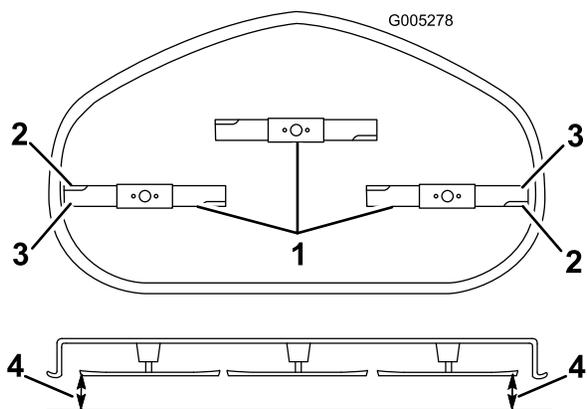

Figura 56
5. Gire cuidadosamente la(s) cuchilla(s) colocándola(s) perpendicularmente al sentido de avance de la máquina (Figura 56). Mida entre los bordes de corte exteriores y la superficie plana (Figura 56). Si hay una diferencia de más de 5 mm entre ambas dimensiones, se requiere un ajuste; siga con este procedimiento.